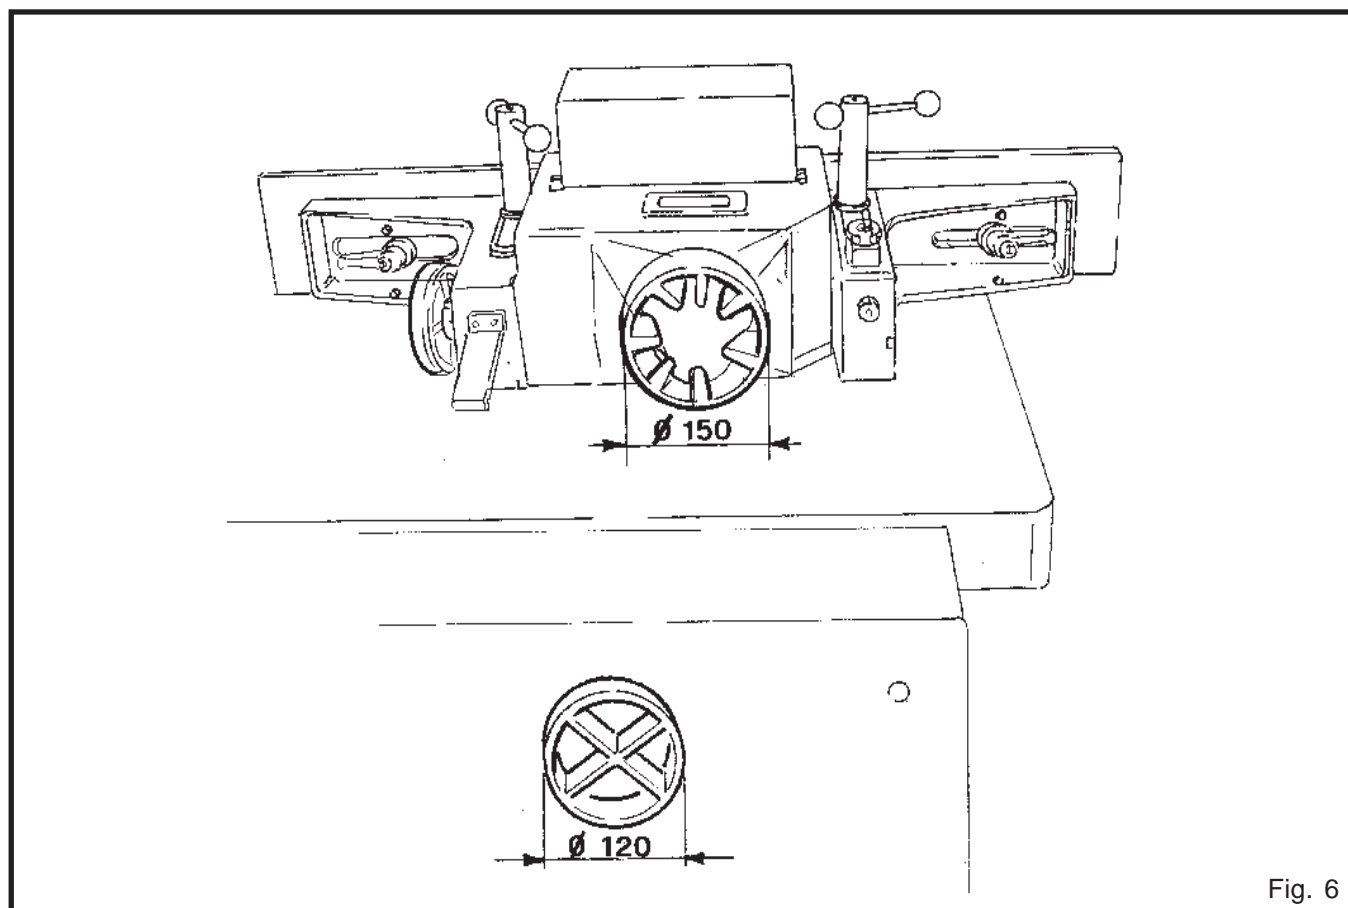

Fig. 6
2.6 - ASPIRAZIONE TRUCIOLI (fig.6)
2.6 - SAWDUST AND CHIP REMOVAL (fig. 6)
2.6 - ASPIRACION VIRUTAS (fig. 6)